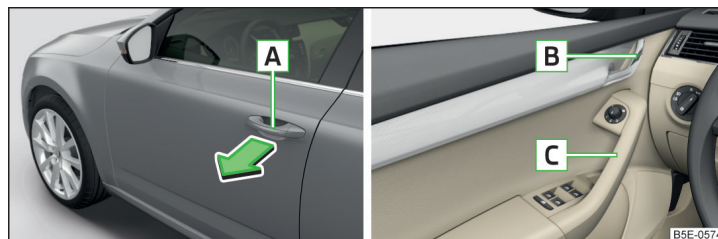

Fig. 52 Poignée de la porte / manette d'ouverture des portes
- Pour l'**ouverture de l'extérieur**, déverrouillez le véhicule et tirez sur la poignée de la portière **A** dans le sens de la flèche » fig. 52.